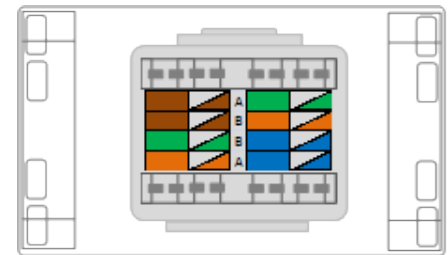

figura 1
- 4- Posicionar los conductores en los terminales respetando la secuencia de los colores indicada en el conector. Ver figura 1.